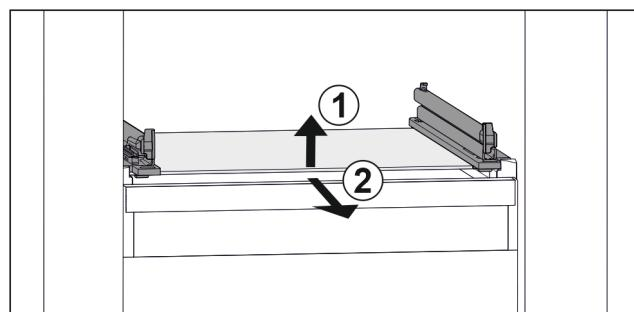

Fig. 65 Príklad zobrazenia sklenej dosky
- Nadvihnite sklenenú dosku vpred. Fig. 65 (1)
- Odoberte sklenenú dosku dopredu. Fig. 65 (2)